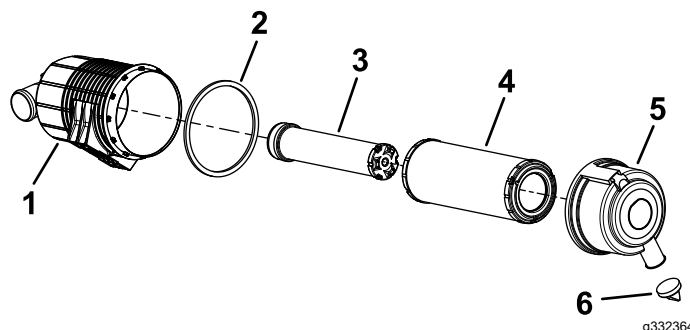

Figura 38
5. Revise el filtro del limpiador de aire y el elemento de seguridad si aparece un aviso (Figura 38).